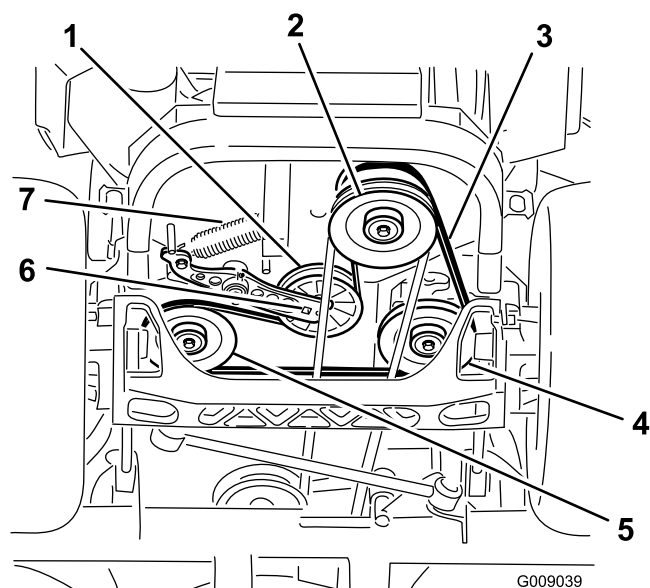

Figure 75
4. Soulevez la machine sur des chandelles (Figure 75).
5. Insérez un rochet dans le trou carré du bras de la poulie de tension pour déposer le ressort de la poulie de tension (Figure 75).
6. Décrochez le ressort de tension du bâti (Figure 75).
9. Insérez un rochet dans le trou carré du bras de la poulie de tension pour installer le ressort de la poulie de tension sur le châssis (Figure 75).